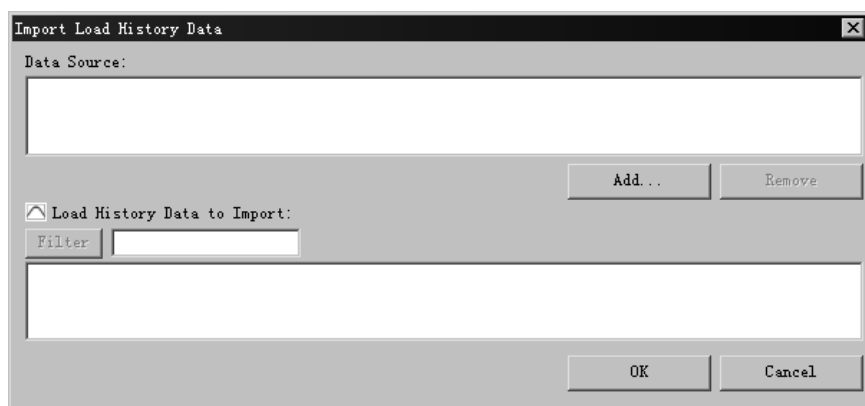

图 5.2.6 “Import Load History Data”对话框
- **Import...** 选项：从外界导入载荷文件。选中该选项，弹出图 5.2.6 所示的“Import Load History Data”对话框，用于添加和编辑载荷文件。